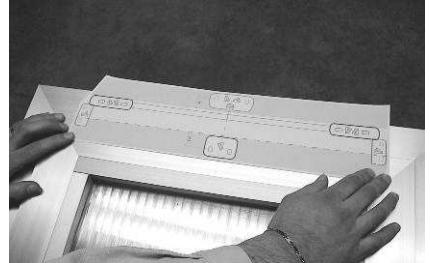

Figure 7
- D. Appliquer le gabarit au bâti (partie fixe) en faisant correspondre l'axe avec la ligne médiane des deux "X" tracée précédemment (Fig. 7). Attention: pour les bâties qui ne sont pas coplanaires, couper la partie de gabarit de couleur prise et l'appliquer à la partie mobile du bâti en prenant soin de la garder dans la même position de référence.